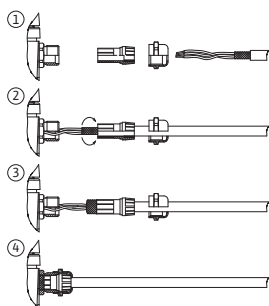

Fig. 25: Schermklem
Het scherm wordt via de kabeldoorgang met de elektronicamodule verbonden. Zie Fig. 25.
De kabel van de digitale ingang, analoge ingangen en buscommunicatie moeten via de metalen kabelschroefverbinding van de kabeldoorgang (Fig. 19, pos. 4, 5 en 6) zijn afgeschermd. Zie voor afscherming Fig. 25.